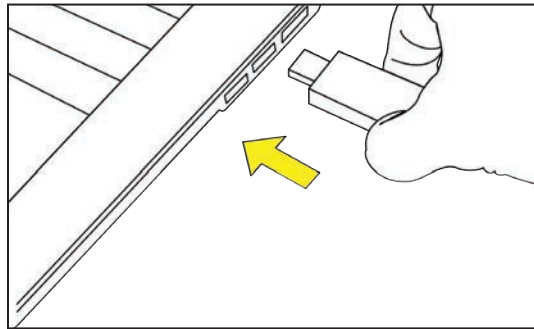

Figura 11. Insertando el transceptor USB en la computadora.
PASO 2. Inserte el transceptor USB en cualquier puerto USB de la computadora. Ver la Figura 11. El proceso de instalación es automático.